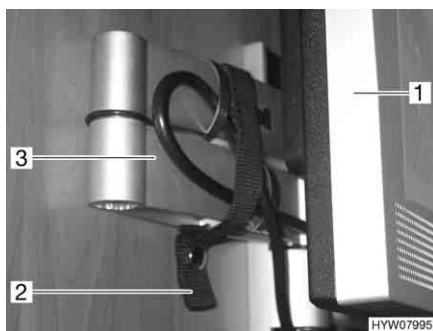

Fig. 11 Televisore (schermo piatto) con braccio snodato
- Inclinare il televisore (Fig. 11,1) nella posizione iniziale.
- Assicurare il braccio snodato (Fig. 11,3) con la cintura di ritegno (Fig. 11,2).